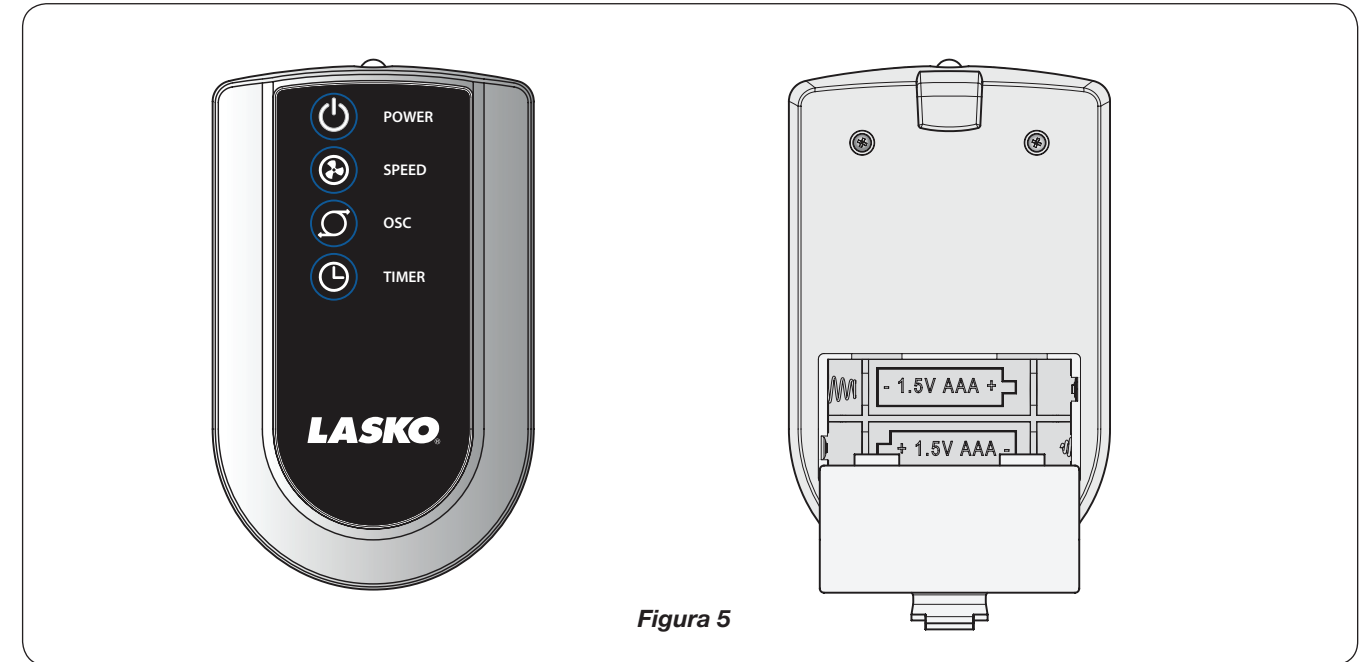

Figura 5
CONTROL REMOTO (Figura 5)
1. Instale la baterías (no suministró) como mostrado en la *Figura 5*. La batería es el tipo "AAA".
Este Ventilador podrá hacerse funcionar mediante los controles manuales ubicados en la parte superior de la unidad (como se indica en la Figura 4) o con el Control Remoto (como se indica en la Figura 5)